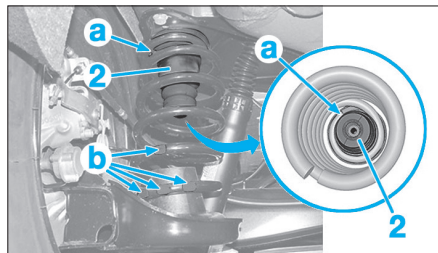

Fig. 48
- Positionner la butée de la coupelle supérieure (2) (Fig.48) de façon que l'extrémité de la spire supérieure du ressort soit orientée vers le côté gauche du véhicule (a).